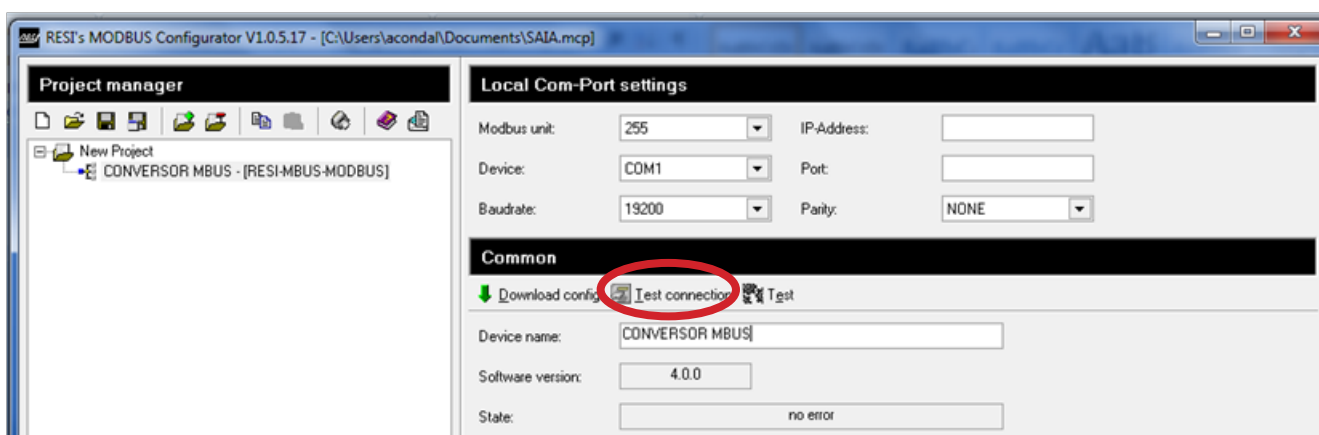

Figura 11: Pantalla de configuración del CMBUS.
11.- Una vez añadido el equipo seleccionarlo de la lista de equipos del proyecto y configurar los parámetros de comunicación (**Figura 11**).
12.- Verificar la comunicación con el **CMBUS** haciendo clic en “**TEST CONNECTION**” (**Figura 11**).